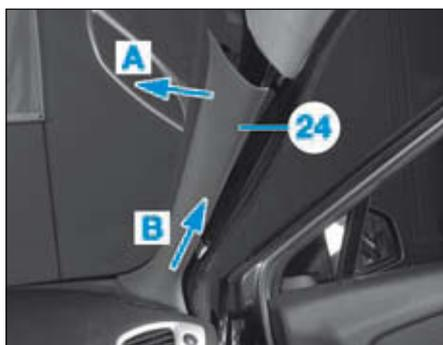

FIG.40
- Dégrafer et écartier le haut des garnitures des montants de baie de pare brise (24) (flèche A) (Fig.40).